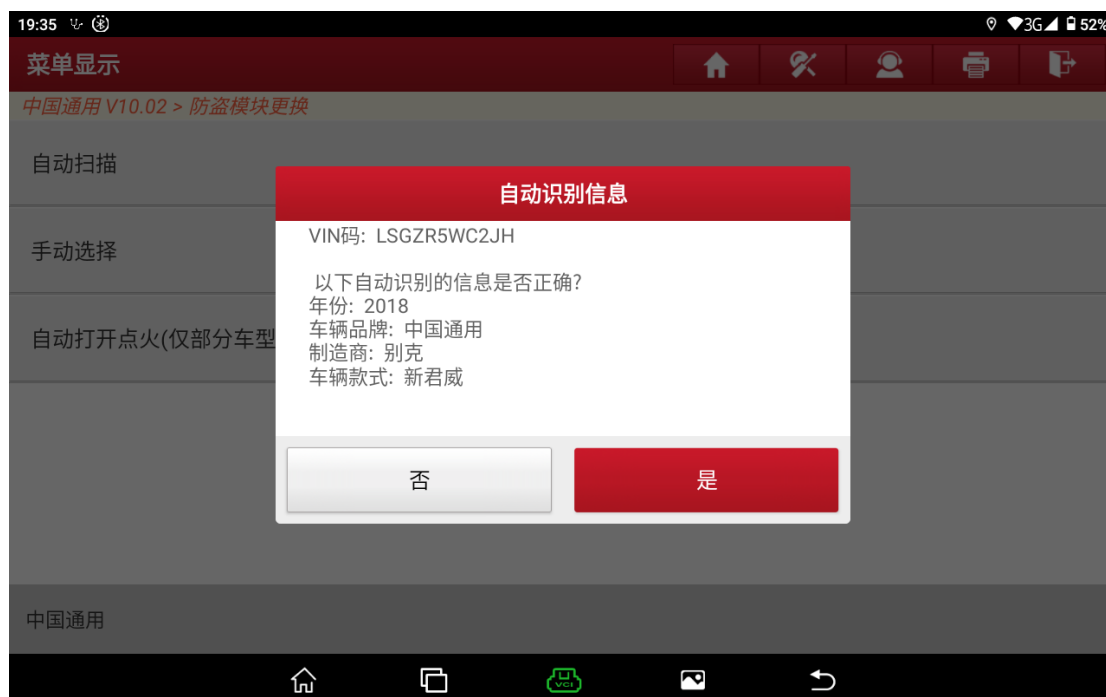

图 4
4. 请确认是否正确, 如果不正确, 请点击“否”, 手动选择车型, 否则点击“是”, 如图 4。